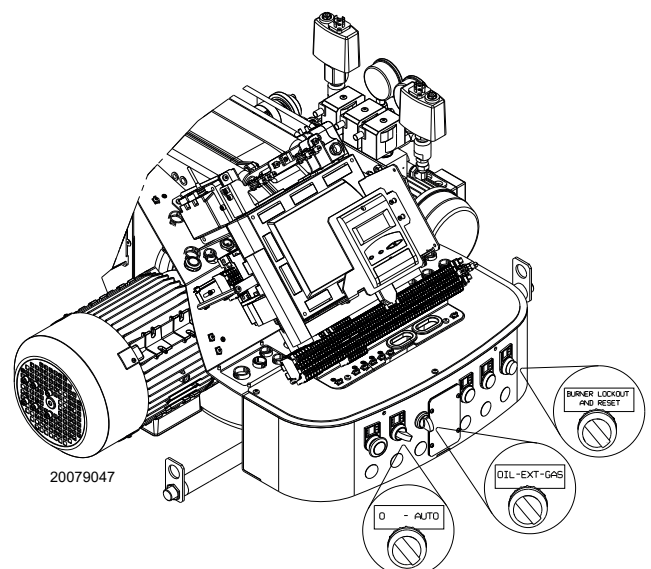

Рис. 30
Установіть перемикач **OIL-EXT-GAS** (Рис. 30 на сторінці 35) у положення **OIL**, щоб вибрати дизельне паливо.
Замкніть термостати/реле тиску та встановіть перемикач з Рис. 30 на сторінці 35 у положення **AUTO**.
- переведіть перемикач Рис. 30 в положення **0** і зачекайте, поки блок керування виконає фазу вимкнення;
Замкніть засоби дистанційного керування та встановіть перемикач (Рис. 30 на сторінці 35) у положення **ON**.
Селектор (Рис. 30 на сторінці 35) переведіть у положення **GAS**, щоб вибрати газ як паливо.
- 1 за допомогою селектора (Рис. 30 на сторінці 35);
- 2 за допомогою дистанційного перемикача, підключеного до головної клемної колодки. У положенні **EXT** селектор (Рис. 30 на сторінці 35) активує вибір палива дистанційно. У цьому положенні, якщо дистанційний селектор не підключений, на дисплеї відображається пріоритетне паливо.